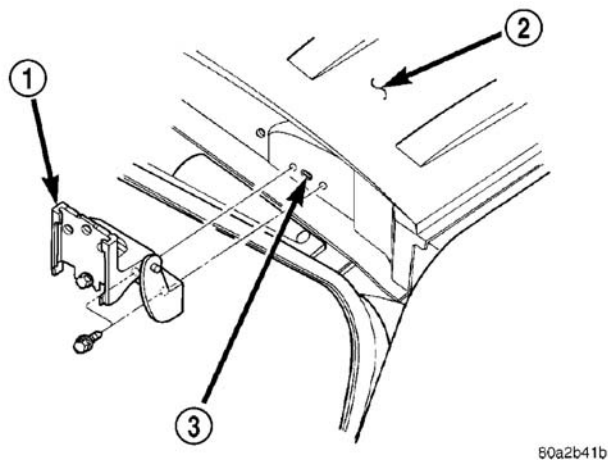

图4 举升门
- (5) 自喷水嘴解开后车窗清洗管。
(6) 将举升门支撑在一适当的举升装置上。
(7) 卸下将支撑缸固定到举升门的螺钉。
(8) 卸下将举升门铰链固定到车顶盖的螺栓（图4）。
(9) 与助手一起，自车辆卸下举升门。